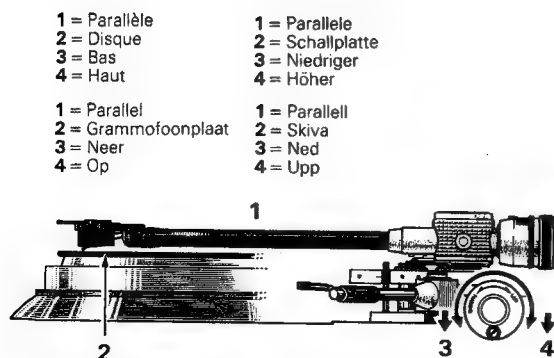

Fig. 13
3. Die Tonarmhöhe durch Drehen der Kurbelscheibe so einstellen, bis der Tonarm mit dem Plattenteller eine Parallele bildet, wenn die Spitze der Abtastnadel die Schallplatte berührt. Siehe Fig. 13.